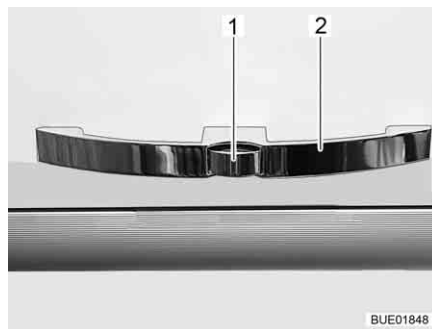

Fig. 39 Abattant de placard avec poignée (exemple)
- Appuyer sur le bouton de déverrouillage (Fig. 39,1) de la poignée (Fig. 39,2) et le maintenir enfoncé.